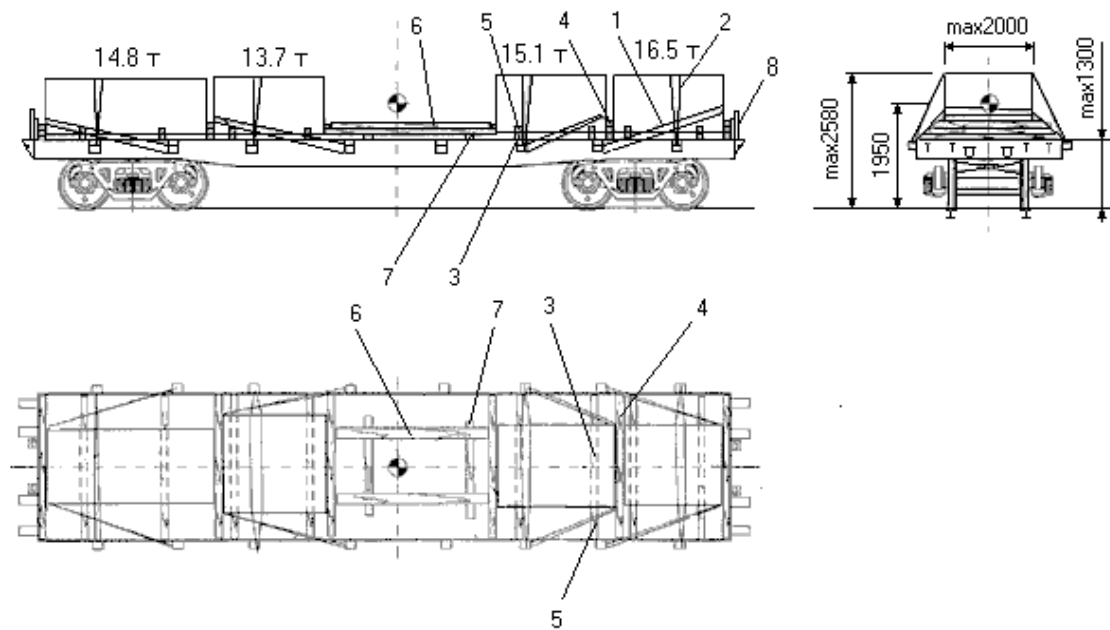

Рисунок 3 - Размещение и крепление на платформе четырех блоков камня
4.10.10. Блоки камня массой 10,2 - 17,9 т на платформе размещают в количестве четырех штук двумя группами (рисунок 3). Каждый блок устанавливают на две подкладки 3 толщиной 100 мм.